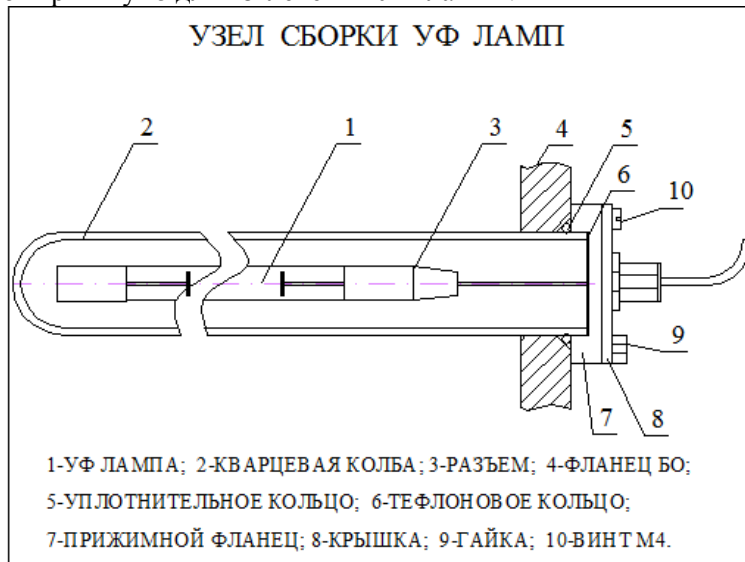

Рис. 2 Узел сборки ламп
4.2. На рис.2 представлен узел сборки УФ лампы. Гидроизоляцию кварцевого кожуха -2 в корпусе БО обеспечивает уплотнительная прокладка круглого сечения 5, поджатая с помощью трех гаек -9 фланцем 7. Винты -10 прижимают крышку -8 для извлечения УФ лампы.
6.4. При обнаружении протечки подожмите уплотнительную прокладку (5 на рис.2).